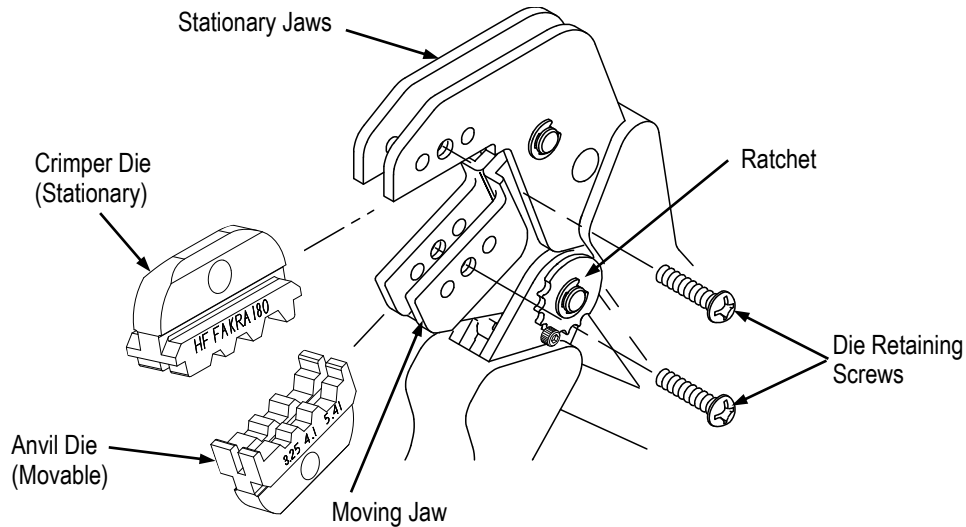

Figure 2
**2. DESCRIPTION** (Figure 2)
**3. DIE INSTALLATION** (Figure 2)